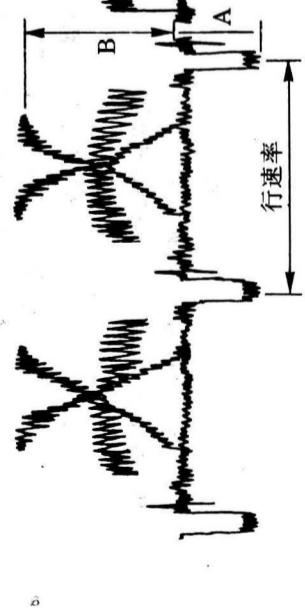

图 52
- ③ 调节 YH 电平控制(VR302), 使信号电平 B/A 为 2.33 ± 0.2, 如图 52 所示;
- ④ 断开 TP4、TP5 和 TP6 的跳线。